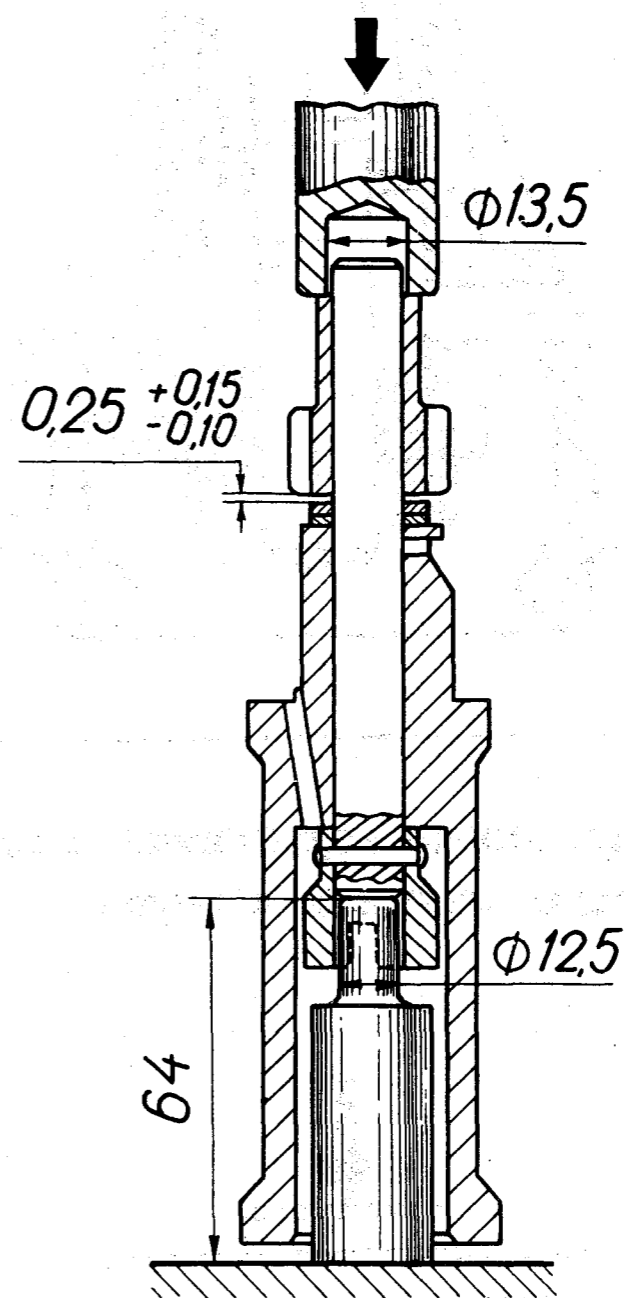

Рис. 79. Напрессовка шестерни на валик распределителя
- напрессовать шестерню на валик до совпадения отверстия под штифт в шестерне и валике (рис. 79);